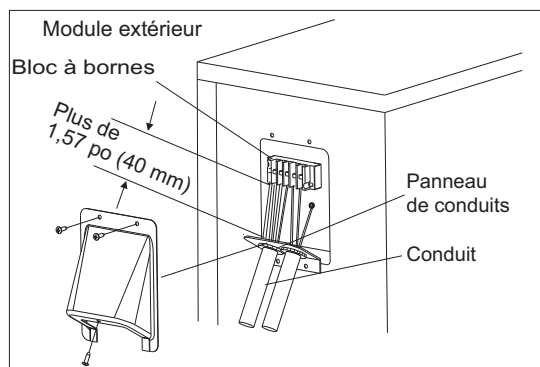

Figure 13 – Câblage sur place
5. Raccordez le conduit au panneau de conduits (voir la figure 13).